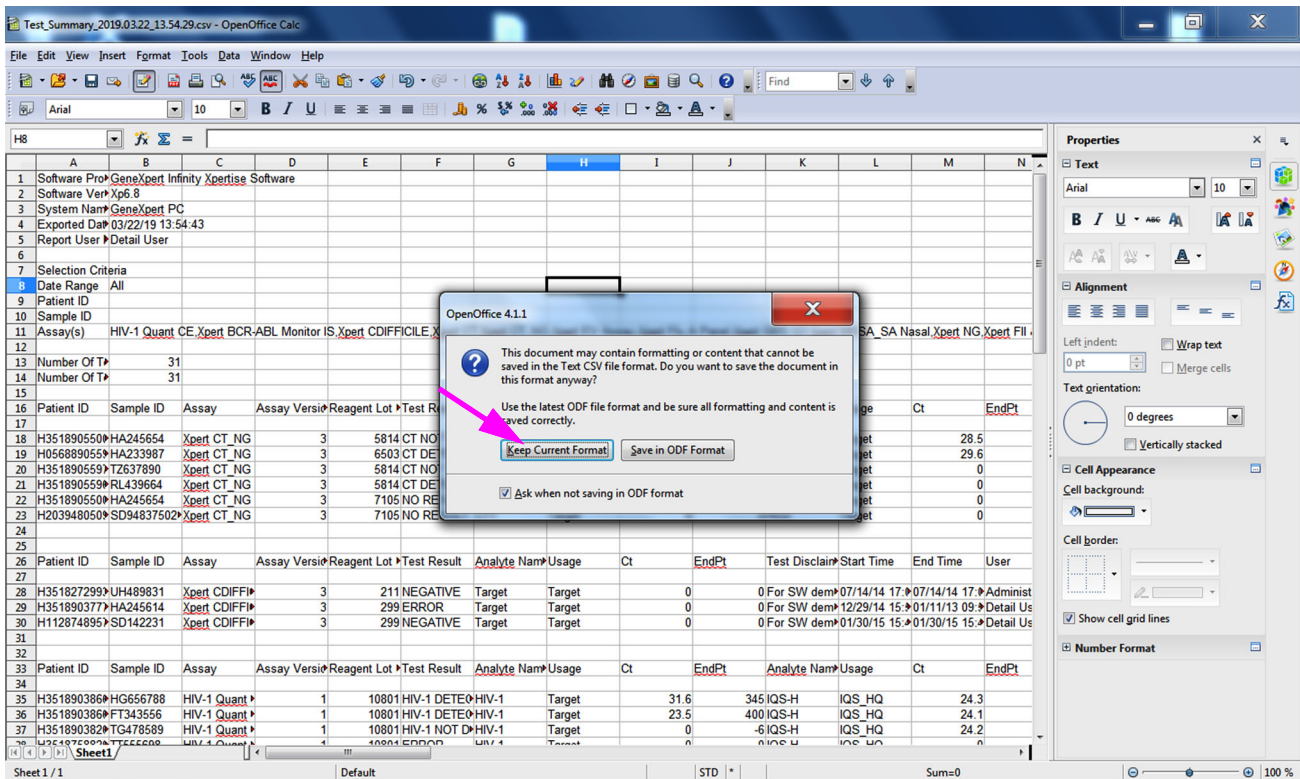

図 C-10. 「保存形式」ダイアログボックス
13. **ファイル (File)** メニューの下にある**保存 (Save)** をクリックして、文書を保存してください。図 C-10 に示す「形式の保存 (save format)」ダイアログボックスが表示される場合があります。その場合に、**現在の形式を保持 (Keep Current Format)** を選択すると、ダイアログボックスが閉じます。